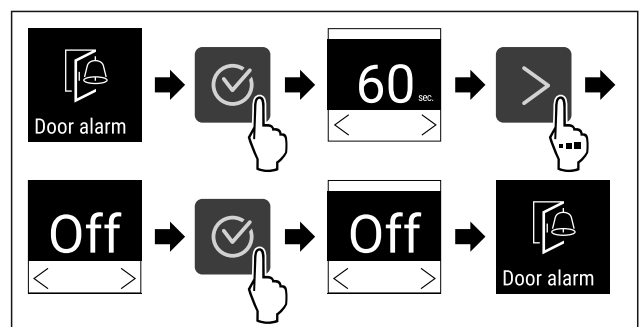

Fig. 106
- ▶ Atlikite veiksmus (žr. Fig. 106) .